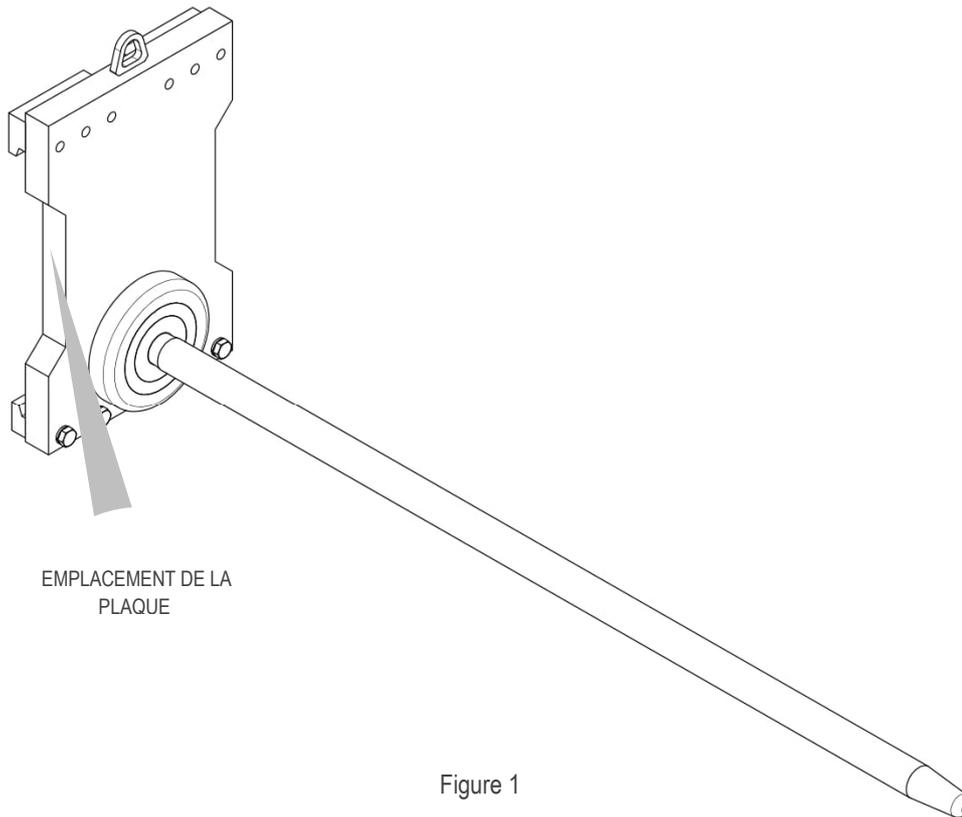

Figure 1
Tous les équipements A.T.I.B. – « BRAS DE CHARGEMENT TYPE 940 » sont identifiés par une plaque adhésive (voir *tableau 1*) placée sur l'équipement (voir *Figure 1*), toujours se référer au numéro de série.
4. Pour la manutention, des courroies et/ou des chaînes correctement dimensionnées par rapport au poids de l'équipement indiqué sur la plaque signalétique doivent être utilisées (voir Figure 1 et Tableau 1 à la page 4).